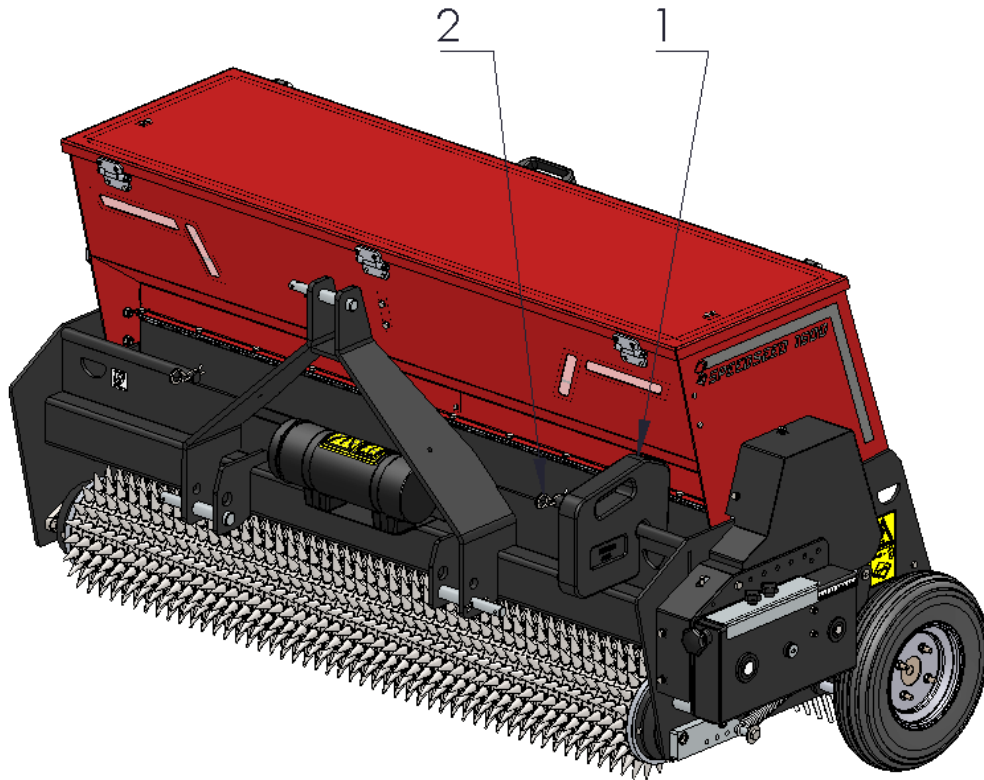

Bild 7
Speedseed har en framstång som standard som vikterna (1) kan fästas på. (se Bild 7).